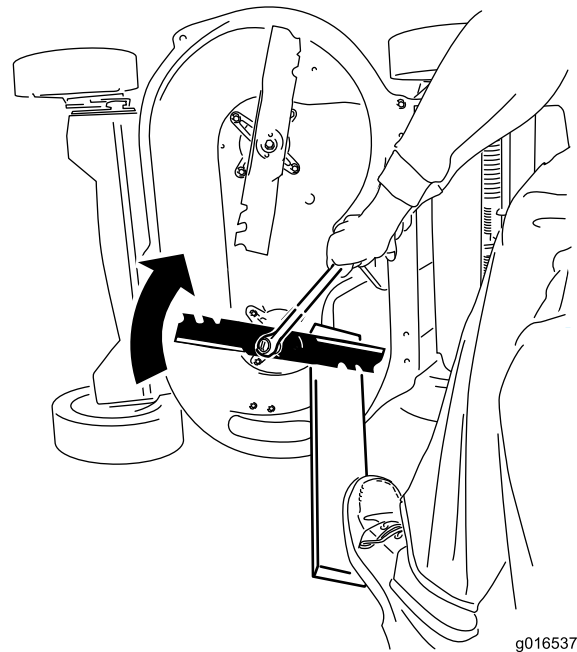

Figure 38
2. Immobilisez chaque lame à l'aide d'une planche et tournez le boulon de lame dans le sens horaire au moyen d'une clé dynamométrique comme montré à la Figure 38; serrez chaque boulon de lame à 82 Nm (60 pi-lb).